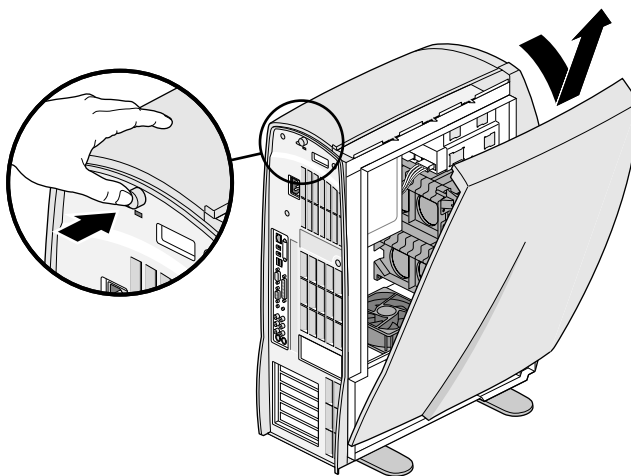

図 2-4 システム本体を開ける
5. サイドカバーを本体から外すように持ち上げて取り外します (図 2-4)。